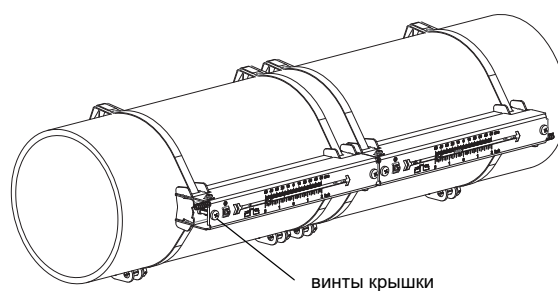

Рис. 8.28: Датчики с рельсом СКО на трубе
- Затяните винты крышки (смотри Рис. 8.28).